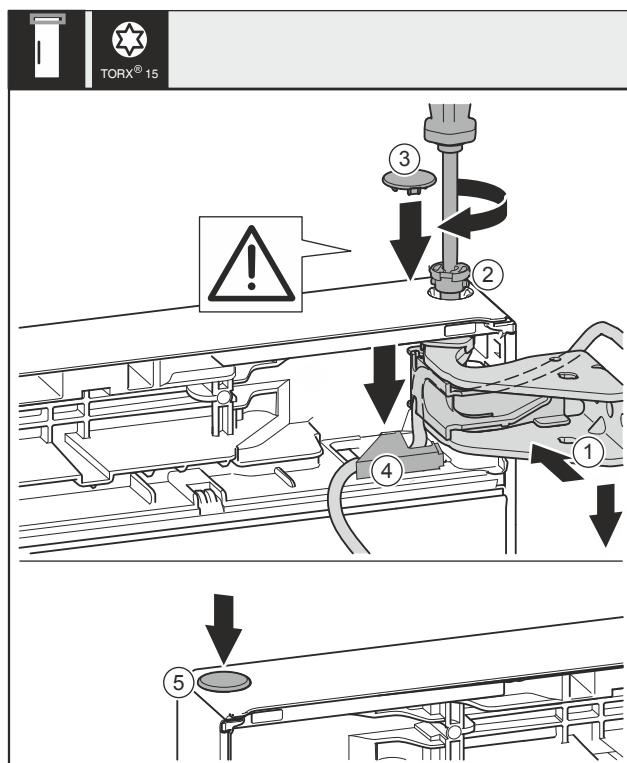

Fig. 44
- Вирівняйте дверцята зверху по отвору в опорному кронштейні Fig. 44 (1).
- Вставте штифт Fig. 44 (2) та закрутіть за допомогою викрутки.
- Встановіть захисну кришку для захисту дверцят: Вставте захисну кришку Fig. 44 (3) і проконтролюйте, щоб вона прилягала до дверцят. Якщо це не так, повністю вставте штифт.
- Вставте кришку Fig. 44 (4) та натисніть на неї до клацання.
- Вставте пробку Fig. 44 (5).